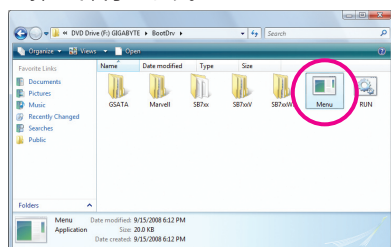
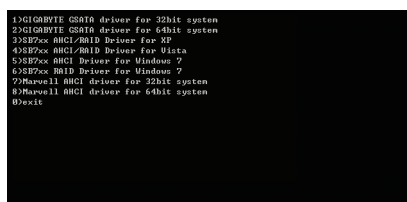

図 2
図 3
- 2: 光学ドライブフォルダから、**BootDrv**フォルダの **Menu.exe**ファイルをダブルクリックします (図 2)。図 3 のようなコマンドプロンプトウィンドウが開きます。
- 3: 空のフォーマット済みディスクを挿入します。メニューから対応する文字を押すことでコントローラドライバを選択し、<Enter>を押します。例えば、図 3 のメニューから、RAID/AHCI ハードドライブに Windows XP をインストールするには、**XP** に対して **3) SB7xx AHCI/RAID Driver for XP**を選択し、<Enter>を押します。